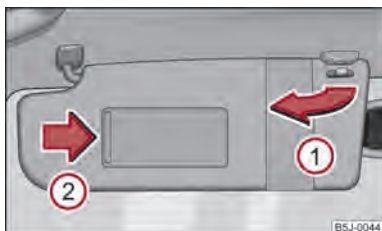

Fig. 31 Parasol: girar
La visera parasol para el conductor o acompañante se puede extraer de la fijación y girarla hacia la puerta en sentido de la flecha ① → fig. 31.